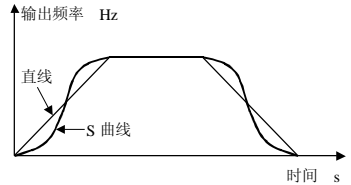

图 8-9 变频器的加 减速曲线
- 1 S 曲线 S 曲线加 减速方式主要是为在加 减速时需要减缓噪声与振动 减小起停冲击的负载而提供的 如图 8-9 所示